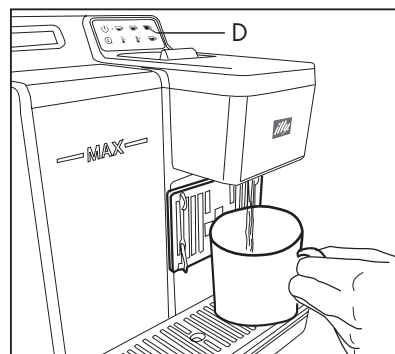

Fig. 7
- Pulse el botón (D) **(Fig. 7)** y espere que termine la dispensación. De este modo la máquina se ha enjuagado.